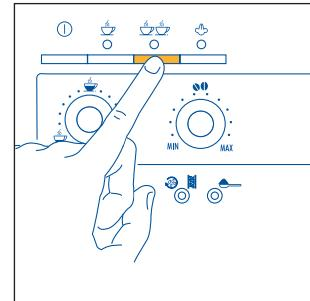

Рис. 13
- 5) Нажмите кнопку , рис. 12, если вы готовите 1 кофе или кнопку  , рис. 13, если готовите 2 чашки кофе. (После этого кофеварка помелит зерна кофе, выполнит короткую подачу кофе, паузу и полностью выльет кофе в чашку. После достижения требуемого количества кофеварка автоматически остановит подачу кофе и вытолкнет остатки кофе в кассету для кофейной гущи).